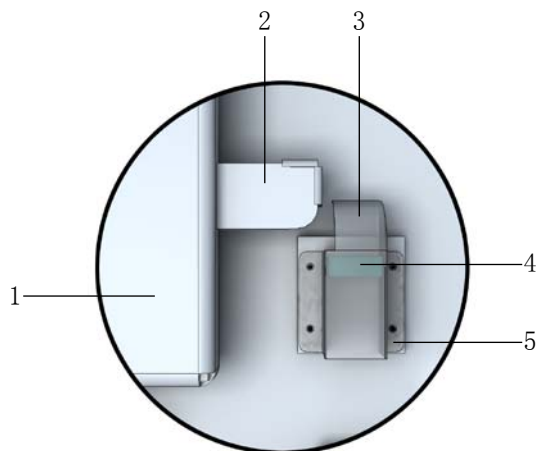

图 1.2-14 搅拌机限位开关的更换示意图
- b) 按图 1.2-14 和表 1.2-9 所示，安装新的限位开关，接线，装护板。